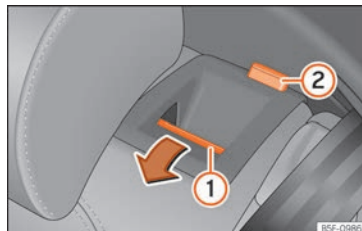

Fig. 151 Dans le dossier de la banquette arrière : touche de déverrouillage ① ; repère rouge ②
- Appuyez sur la touche de déverrouillage » **fig. 151** ① vers l'avant en rabaisant